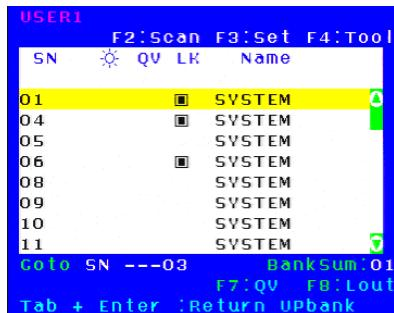

图 4-1.5
2.由[User1] 用户登入 OSD 菜单（图 4-1.5）所示